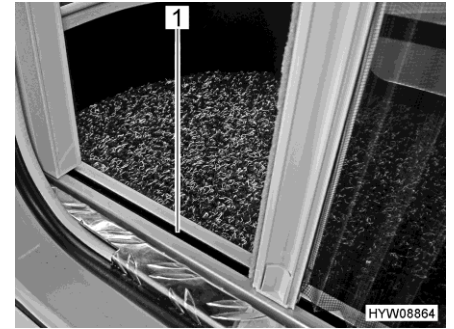

Fig. 38 Protección contra insectos (guía inferior)
- ▷ Agarrar el agarradero con ambas manos para cerrar y abrir. De este modo, se reduce el riesgo de que la protección contra insectos quede agarrotada en las guías (Fig. 38,1).